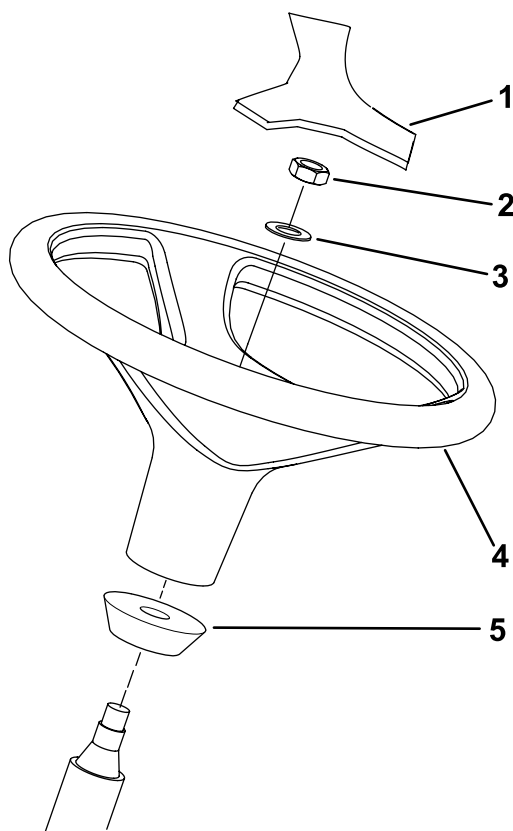

Figura 14
1. Rimuovete il volante dal supporto per il trasporto (Figura 14).
Nota: Accertatevi che il collare in schiuma rimanga sul piantone (Figura 14).
3. Collocate il volante e rondella sul piantone (Figura 14).
5. Montate il coperchietto sul volante (Figura 14).